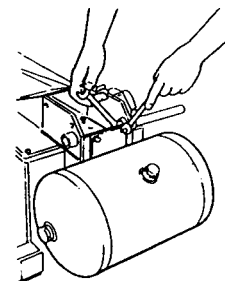

fig.39
- Installare la bombola dell'aria dietro al palo applicando le 2 viti in dotazione di M8. (Fig.39)
- Install the air cylinder behind the column using the two M8 bolts supplied (fig. 39).
- Installer la bouteille d'air derrière la colonne en fixant les 2 vis en dotation de M8 (fig. 39).
- die Druckluftflasche hinter der Tragsäule mit den zwei mitgelieferten Schrauben M8 anschrauben (Abb. 39)
- Instale la bombona del aire detrás de la columna aplicando los dos tornillos de equipo de M8 (fig. 39).